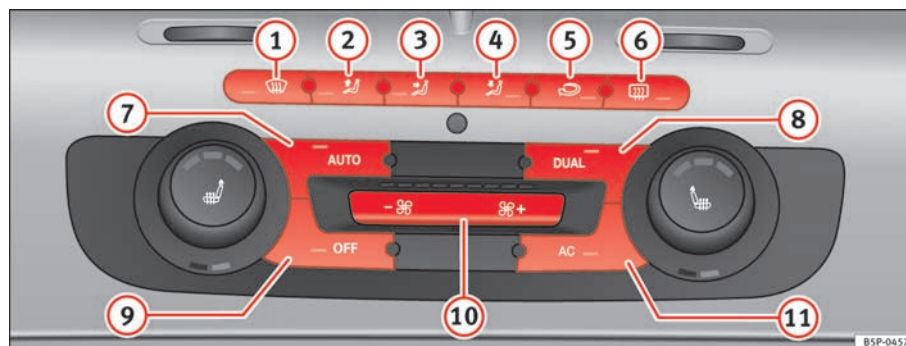

Fig. 131 Mandos del 2C-Climatronic en el tablero de instrumentos
- Gire las rulinas de regulación de temperatura ⇒ página 167, fig. 131 ⑨ ó ⑭ para ajustar la temperatura del lado izquierdo y derecho respectivamente.
- Pulse la tecla  ⇒ página 167, fig. 131. Aparece “AUTO High” en el display de la radio (velocidad de turbina alta).
- Pulse de nuevo la tecla  ⇒ página 167, fig. 131. Aparece “AUTO Low” en el display de la radio (velocidad de turbina baja).